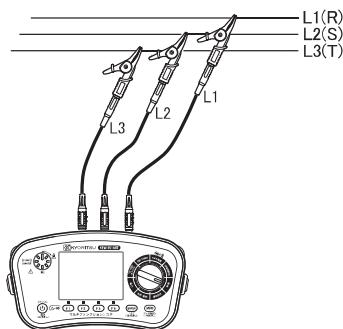
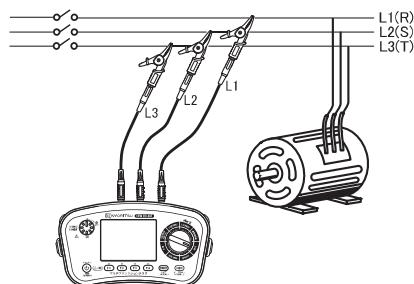

Fig. 12-3 通常の検相の場合
Fig. 12-4 手回しモータ検相の場合
(4) 測定コードを被測定回路に接続します。 (Fig. 12-3 , Fig. 12-4)